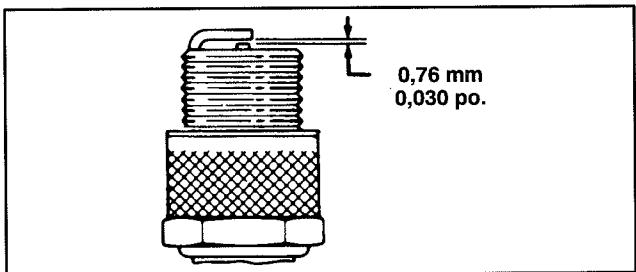

Figure 13
3. Réglez l'écartement des électrodes à 0,76 mm (0,030 po.) (Fig. 13). Installes la bougie réglée avec son joint. Serrez-la à 20 N·m (15 ft-lb).